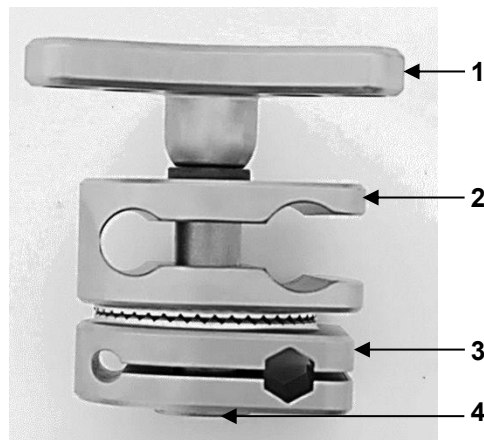

Abb. 9: Kreuzverbinder EEN-1
Abbildung 9 zeigt den Kreuzverbinder EEN-1. Dieser besteht aus einem Sterngriff (1), einem oberen (2) und einem unteren (3) Klemmstück und einer Gewindestange (4).